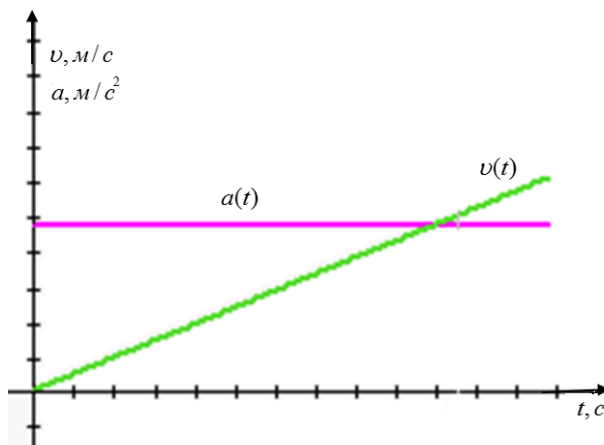

Рис. 2
На рис. 2 приведен один из характерных вариантов такого движения, где указаны функциональные зависимости ускорения и скорости тел системы от времени $a(t)$ и $v(t)$.
4. Закрыть панель настроек и нажать клавишу ввода в ЭВМ параметров-. Клавишу ввода параметров нажимать до тех пор, пока получатся зависимости ускорения и скорости от времени, похожие на рис. 2.
7. По формуле (2) вычислить коэффициент трения скольжения μ для каждого измерения и среднее значение $\langle \mu \rangle$.